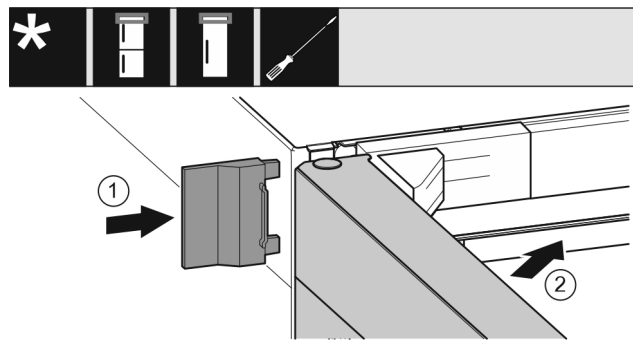

Fig. 23
- ▶ Enfiler le cache extérieur. Fig. 23 (1)
- ▶ Fermer la porte supérieure. Fig. 23 (2)